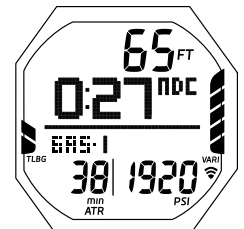

Fig. 71A - ÉCRAN PRINCIPAL DE PLONGÉE SANS DÉCOMPRESSION
**ÉCRAN PRINCIPAL DE PLONGÉE SANS DÉCOMPRESSION** : paramètres affichés (Fig. 71A/B)